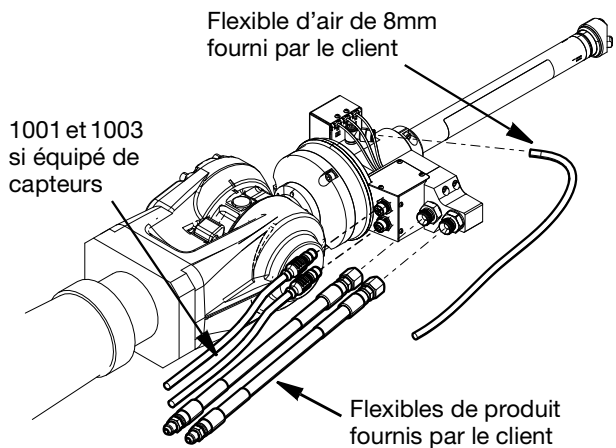

FIG. 7
2. Débranchez le flexible d'entrée de produit et le flexible de retour de produit. Utilisez toujours deux clés pour desserrer le raccord du flexible haute pression. Voir FIG. 7
3. Débranchez le flexible d'air de 8 mm. Voir FIG. 7
4. Débranchez les connecteurs de câble en dévissant le raccord sur le connecteur de câble à 5 broches (1001) et le connecteur de câble à 8 broches (1003) s'il est installé. Voir FIG. 7